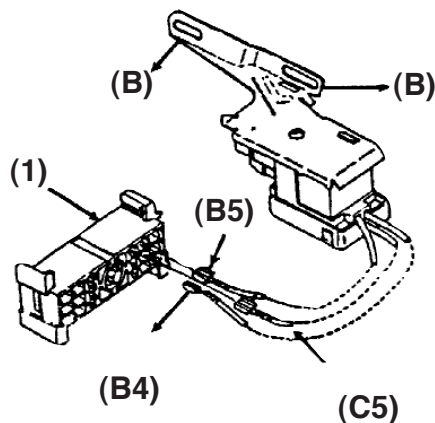

FIGURA 3
6. Inserte las terminales del interruptor de graduación en el conector hasta que el retén enganche en su posición, figura 3 (1).